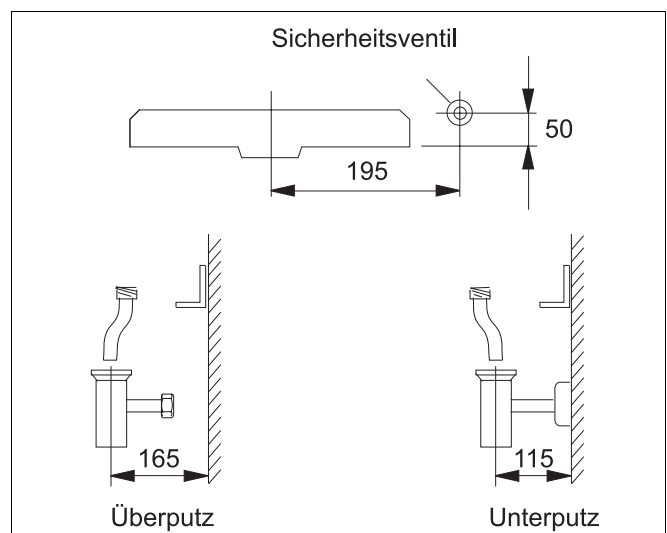

Abb. 14 Trichtersiphon
- Ablaufleitung an das Sicherheitsventil des Heizkessels montieren und entsprechend Abb. 14 über dem Trichtersiphon positionieren.
- Ablaufleitung am Ablaufrohr des Sicherheitsventils anschrauben und entsprechend Abb. 14 über dem Trichtersiphon positionieren.